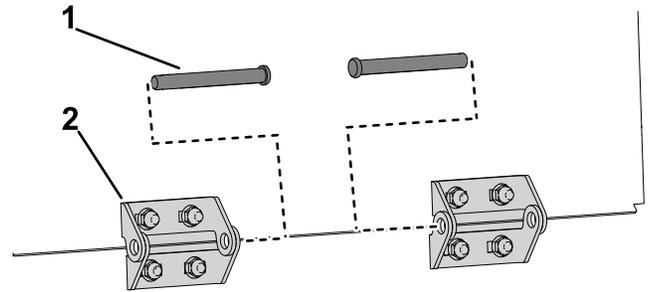
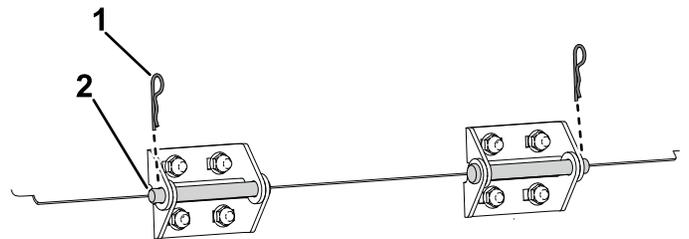

Bild 8
Bild 9
7. Montieren Sie die Füllkastenklappe an der Maschine, indem Sie die beiden Seiten des Scharniers mit dem Scharnierstift verbinden, wie unter Bild 8 und Bild 9 dargestellt.